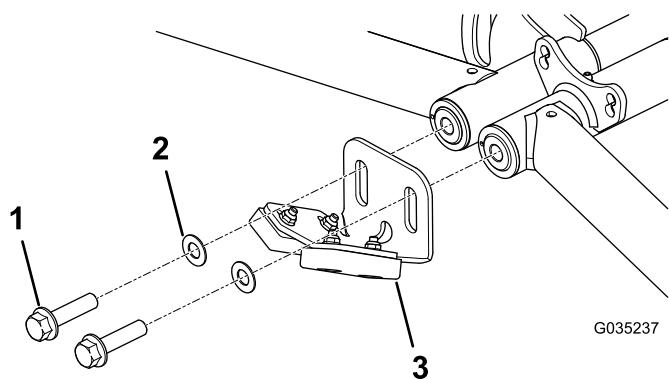

図 20
4. 図20に示すように前バンパーアセンブリとワッシャを仮止めする。